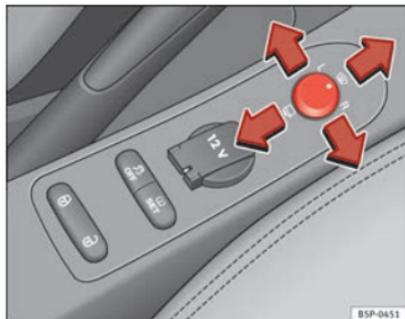

Abb. 90 Drehknopf für Außenspiegeleinstellung
1. Drehen Sie den Drehknopf ⇒ Abb. 90 zunächst in Stellung **L (linker Außenspiegel)**.
- Drehen Sie den Drehknopf ⇒ Abb. 90 in Stellung **☞**, um die Außenspiegel anzuklappen. Sie sollten die Außenspiegel immer anklappen, wenn Sie eine automatische Waschanlage durchfahren, um Beschädigungen zu vermeiden.